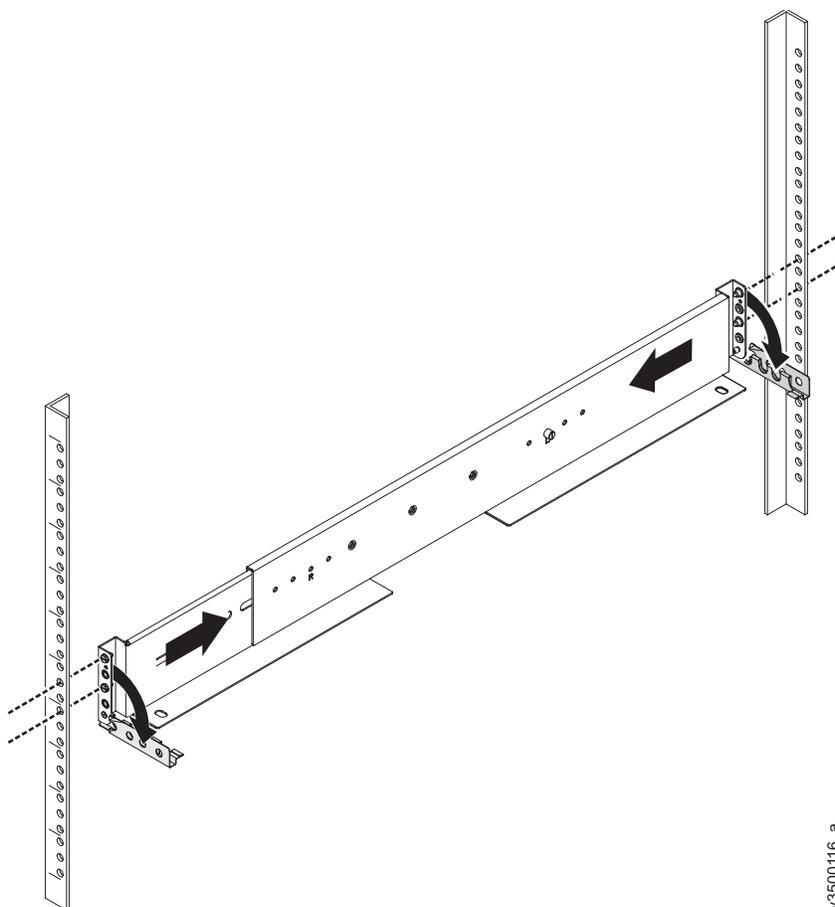

Figura 112. Comprimindo o Trilho para Remover do Rack
11. Comprima o trilho contra a sua mola para encurtá-lo e, em seguida, remova-o de dentro do rack (Figura 112 na página 389).